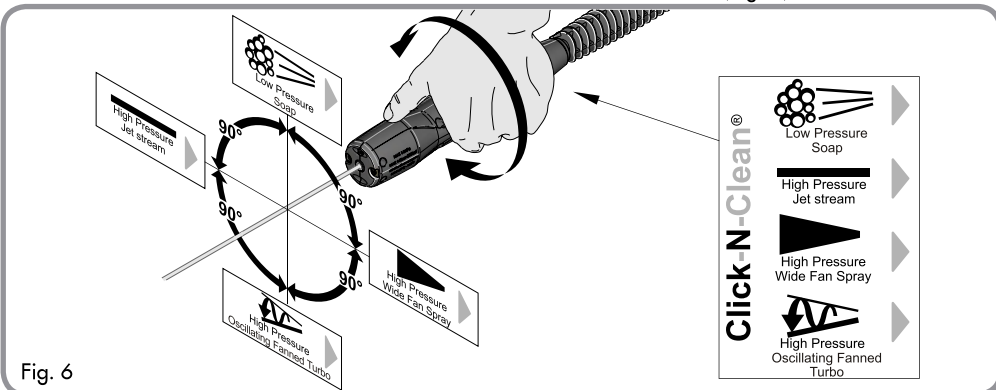

Fig. 6
(see Fig.6)
The **Low Pressure Soap** position is intended for dispensing detergent. (Fig. 6)
The **High Pressure Jet Stream** position is intended for cleaning with high pressure. (Fig. 6)
The **High Pressure Wide Fan Spray** position is intended for cleaning with high pressure. (Fig. 6)
The **High Pressure Oscillating Fanned Turbo** position is intended for optimal cleaning. (Fig. 6)
4.2 LANZA DE PULVERIZACIÓN CLICK-N-CLEAN® 4N1 (consulte Fig.6)
La posición de **Chorro jabón de baja presión** está indicada para suministrar detergente (Fig. 6)
La posición de **Chorro de alta presión** está indicada para limpiar con una presión alta.(Fig. 6)
La posición de **Chorro en abanico ancho de alta presión** está indicada para limpiar con una presión alta.(Fig. 6)
La posición de **chorro en abanico oscilante turbo de alta presión** está prevista para una limpieza óptima. (Fig. 6)